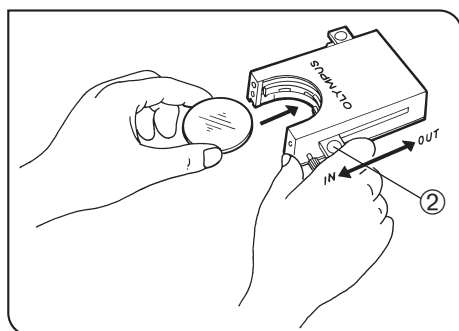

Рис. 19
Пользование кассетой для фильтров (рис. 19–22)
2. Переместите рычаг ② в положение IN. Он должен зафиксироваться с характерным щелчком. (Рис. 19)
3. Удерживая рычаг в положении, показанном на рис. 19, поместите фильтр в кассету, вставив его в направлении, показанном стрелкой.